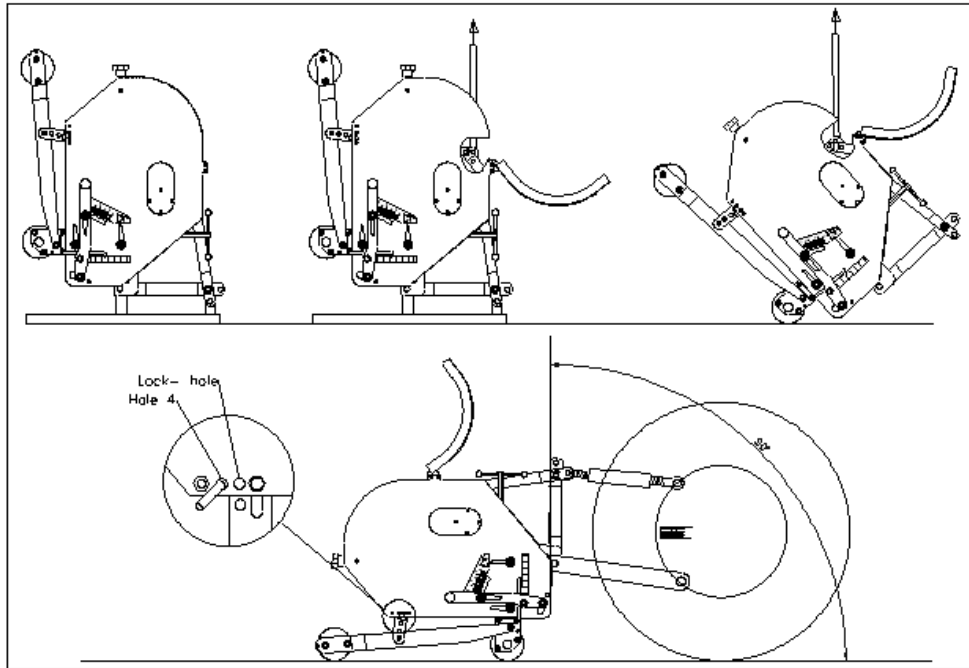
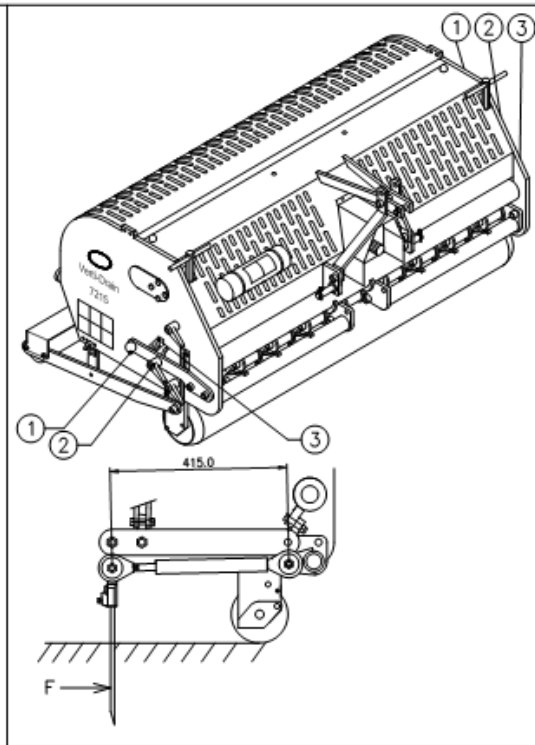

Fig. 1
Fig.5
Maszyna jest ustawiono pionowo na paletę. Aby usunąć paletę i ustawić maszynę poziomo na podłożu, należy postąpić jak podano poniżej (patrz rys. 1):
Wszystkie szpile mogą być równocześnie regulowane za pomocą 2 uchwytów 1 znajdujących się po obu stronach maszyny, patrz rys. 5.
- @ Kąt 90 stopni oznacza, że szpile wchodzi prostopadle w grunt. Jest to prawdą tylko wtedy, gdy maszyna jest prawidłowo ustawiona, patrz rys. 1. Jeśli nie jest prawidłowo ustawiona, wówczas działa siła dociskająca F, patrz rys. 5, która może poważnie uszkodzić maszynę.
@ Jeśli maszyna nie jest ustawiona prawidłowo za traktorem, patrz rys. 1, wówczas różne nachylenie wału odbioru mocy mogą powodować drgania osi napędowej VERTI-DRAIN. Drgania te mogą uszkodzić maszynę i obniżają jakość otworów w ziemi.